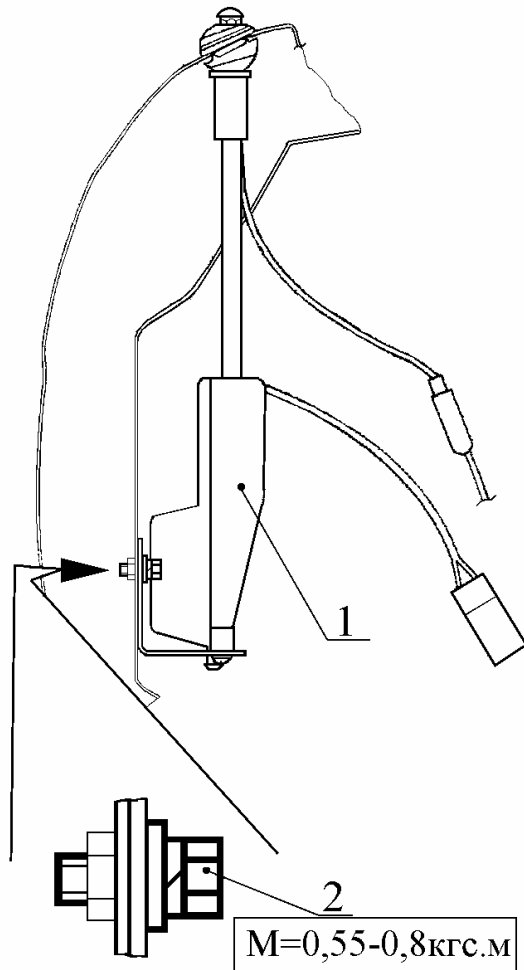

Рис. 36. Установка антенны:
5.2. Установить, громкоговорители и антенну в последовательности обратной снятия, затянув два болта 2 (рис. 36) крепления антенны 1 к левому заднему крылу с моментом от 5,4 до 7,8 Н.м (0,55-0,80 кгс.м)